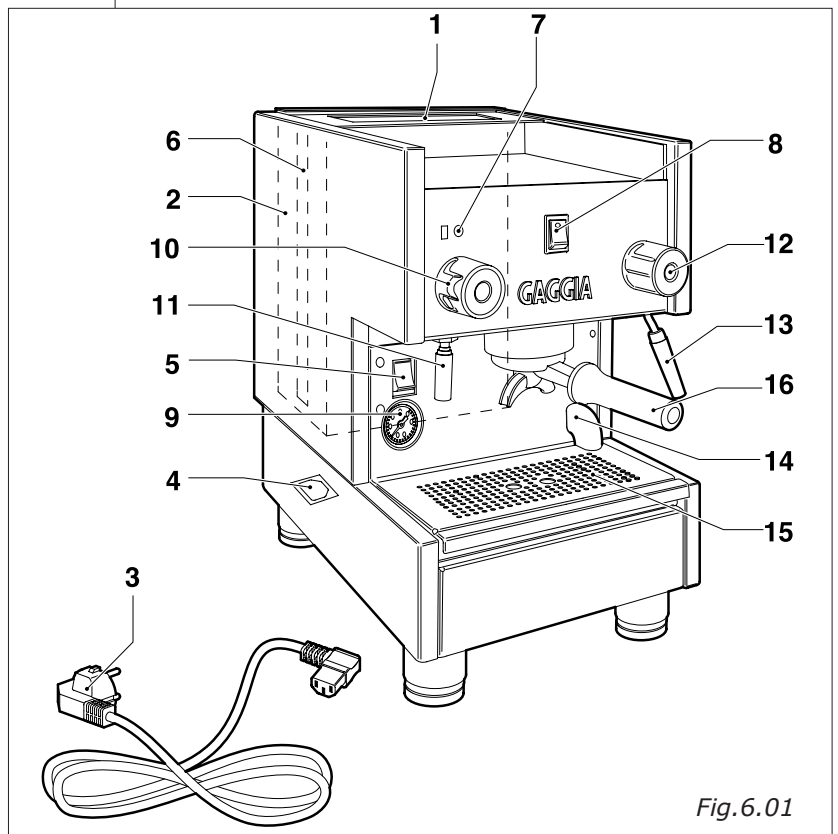

Fig. 6.01
- El nivel automático se pondrá en función, junto con la luz testigo correspondiente (Fig. 6.01-pos. 8), hasta que el agua alcance el nivel normal en la caldera.
Dicha operación, sólo durante la primera carga, puede tardar un plazo bastante largo y determinar el bloqueo de la máquina; en ese caso, es necesario apagar la máquina y encenderla de nuevo, actuando en el interruptor general (Fig. 6.01-pos. 5).
- Luego esperen hasta que la máquina alcance la presión de ejercicio "1,2 - 1,3 BAR" controlando en el manómetro (Fig. 6.01-pos. 9) la presión de la caldera.
- Pongan una o dos tazas por debajo del porta filtro (Fig.6.07), posicionen el interruptor café (Fig. 6.01 -pos.8) en "1" el café empieza a salir.